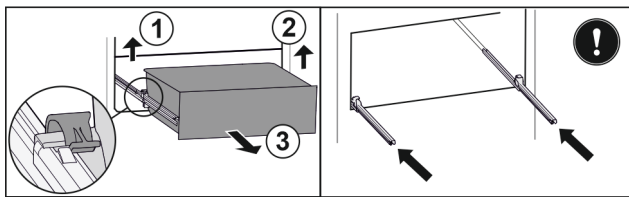

Fig. 26*
- ▶ Приподнимите левый зажим и одновременно вытяните движением вперед выдвижной ящик слева Fig. 26 (1).*
- ▶ Приподнимите правый зажим и одновременно вытяните движением вперед выдвижной ящик справа Fig. 26 (2).*
- ▶ Извлеките выдвижной ящик движением вперед Fig. 26 (3).*